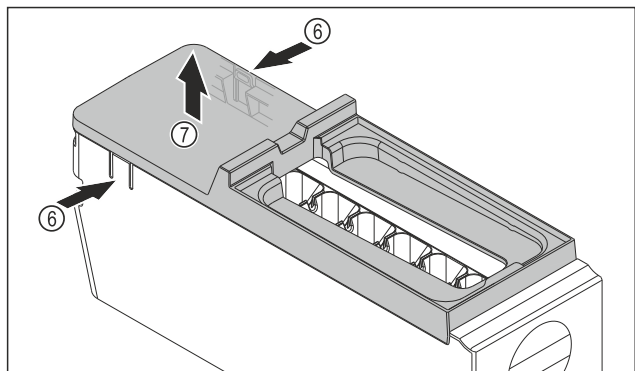

Fig. 83
- ▶ Vyjmutí krytu korpusu EasyTwist-Ice: Lamely Fig. 83 (6) na obou stranách korpusu EasyTwist-Ice stlačte jednou rukou.
- ▶ Kryt Fig. 83 (7) vyjměte druhou rukou nahoru.